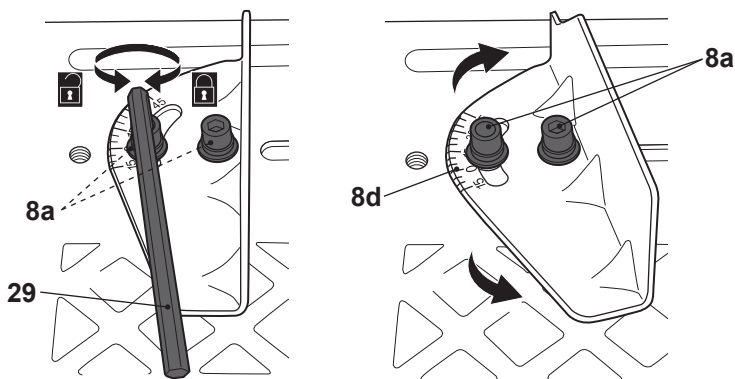

Fig.6
- > Solte os pernos de montagem (8a) na escala (8d) com a chave sextavada (29) e ajuste o medidor de corte angular ao ângulo desejado (Fig. 6).